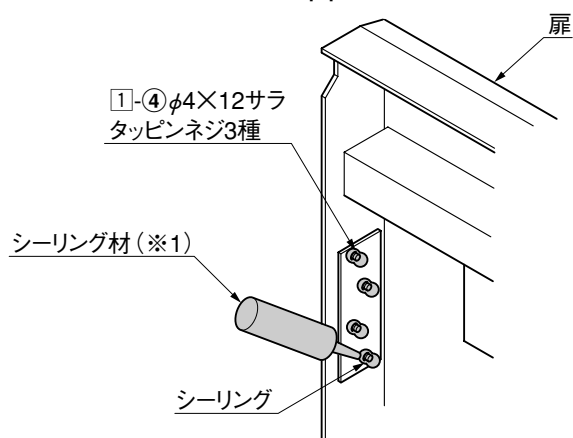

図7-3
- ①-④を取付けるときは、ヒンジ取付裏板を粘着テープで扉に仮固定すると取付けやすくなります。
- ③ ヒンジに取付けた①-④の先端にシーリング材を付けて、ネジ部を完全に覆ってください。(図7-3参照)